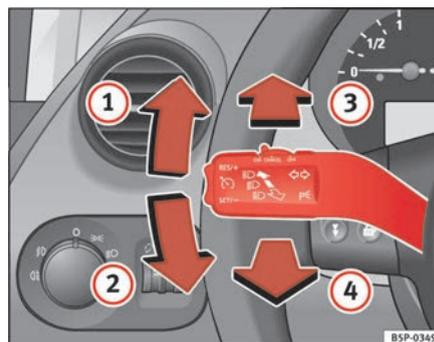

Fig. 78 Leva degli indicatori di direzione e degli abbaglianti
- Spingere la leva verso l'alto (fino al riscontro) ⇒ fig. 78 **1** se si vuole mettere la freccia **a destra**; verso il basso **2** invece, per mettere la freccia **a sinistra**. ▶
- Per accendere gli abbaglianti si deve spingere in avanti la leva **⇒ pag. 119, fig. 78 3**.